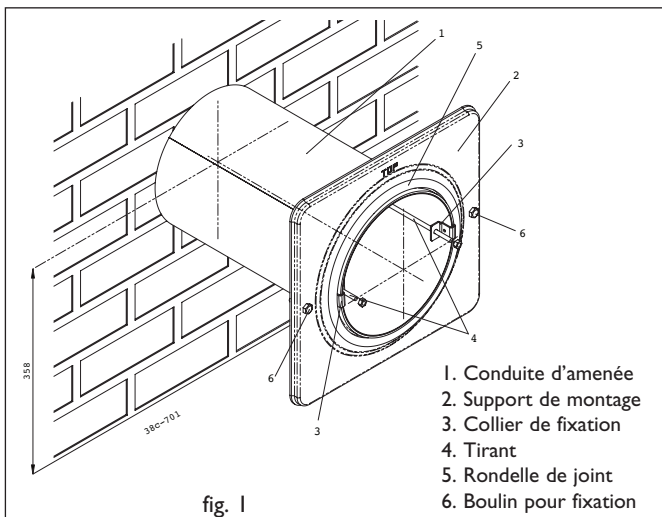

fig. 1
Déterminer l'endroit où le radiateur devra être installé. Celui-ci doit être placé debout sur le sol et contre un mur extérieur. Poser la plaque protectrice en aluminium sur le sol et poser le radiateur, sans habillage, sur cette plaque. Pousser ensuite le radiateur contre le mur à l'endroit désiré. Le support de montage fixé sur la face arrière du radiateur ((2) fig.1) qui se trouve maintenant contre le mur. Marquer sur le mur le bord supérieur et un des côtés du support de montage. Une fois démontée, celle-ci peut être utilisée comme modèle pour tracer l'ouverture qui sera ensuite pratiquée dans le mur.
Montage de la ventouse (fig.1)
Installation du conduit de traversée de façade avec conduite d'amenée télescopique (fig. 1)